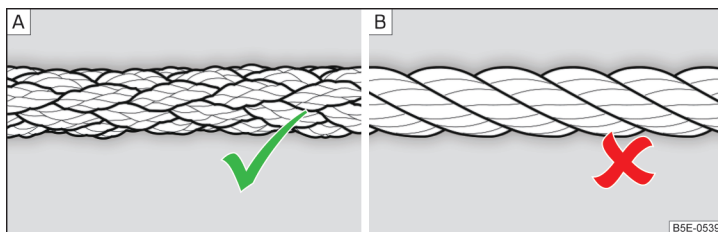

Fig. 118 **Flettet slæbetov / Viklet slæbetov**
I forbindelse med bugsering skal du anvende et flettet slæbetov » Fig. 118 – **A**.
- I forbindelse med bugsering må du ikke anvende et viklet slæbetov » Fig. 118 – [B], slæbeøjet kan blive skruet ud af bilen – fare for ulykke.